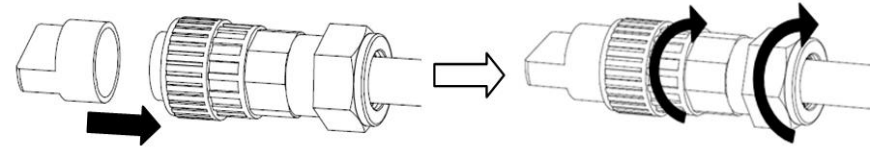

图5.23 组装交流端子
请使用3.0mm宽的内六角扳手紧固线缆(只旋转虚框部分，如图5.23)，内六角螺钉容易脱落，不要完全拧出。
B) 将塑料夹具卡到接线端子上(塑料夹具起到辅助旋紧的作用)，然后将螺套主体旋紧到接线端子上，再将螺帽拧紧，旋紧扭力值约3-4Nm。(如图5.23所示)。